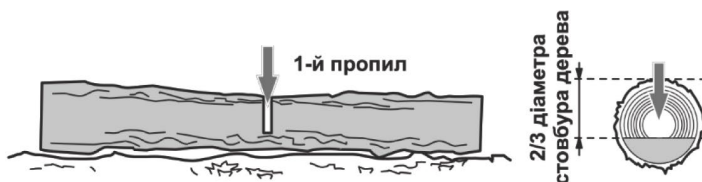

Рисунок 13. Схема попереднього розпилу колоди.
1. Перший розпил зробити згори вниз на $\frac{2}{3}$ діаметра стовбуру дерева (рис. 13 а).
2. Перевернути колоду і розпилити її з протилежного боку (рис. 13).